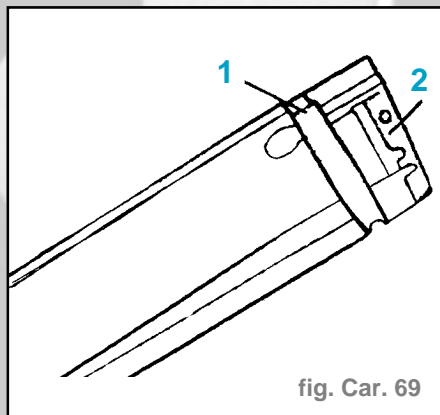

fig. Car. 69
**Position des raidisseurs sur la pièce neuve** (fig. Car. 69)